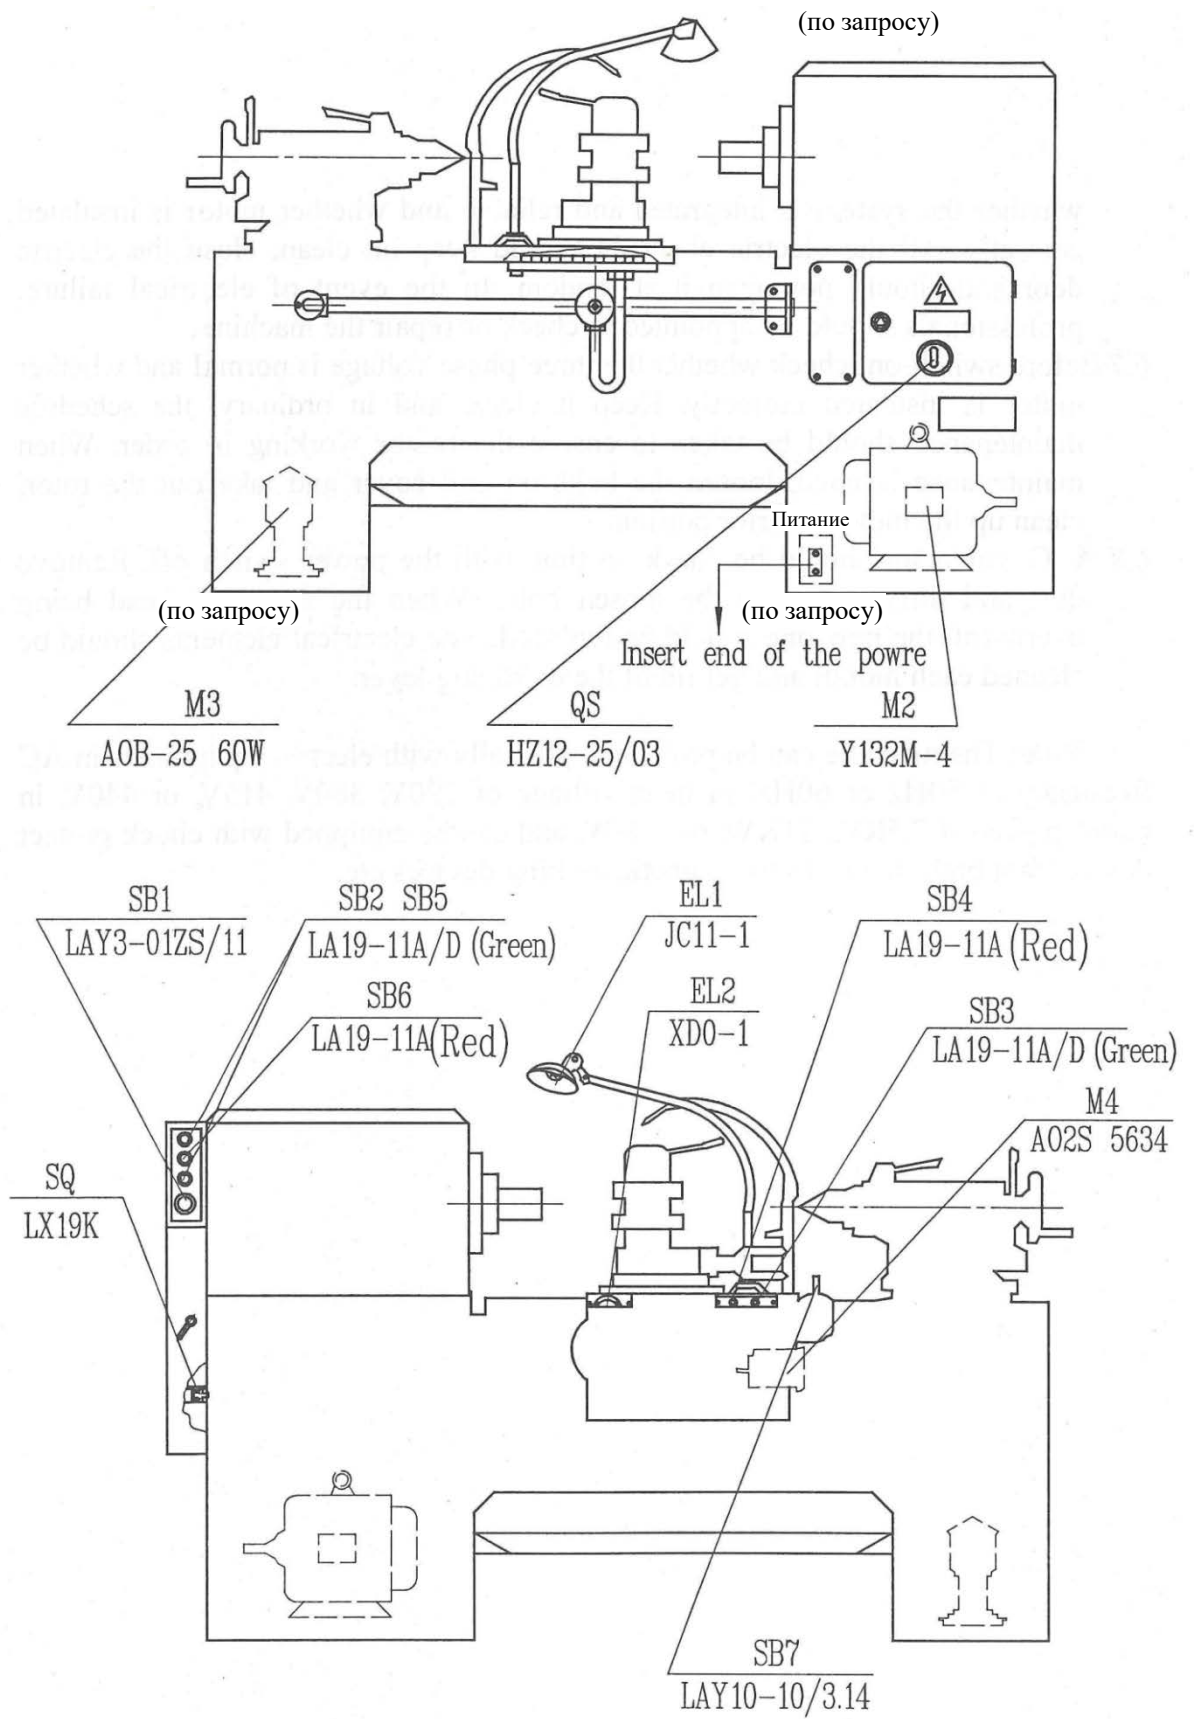
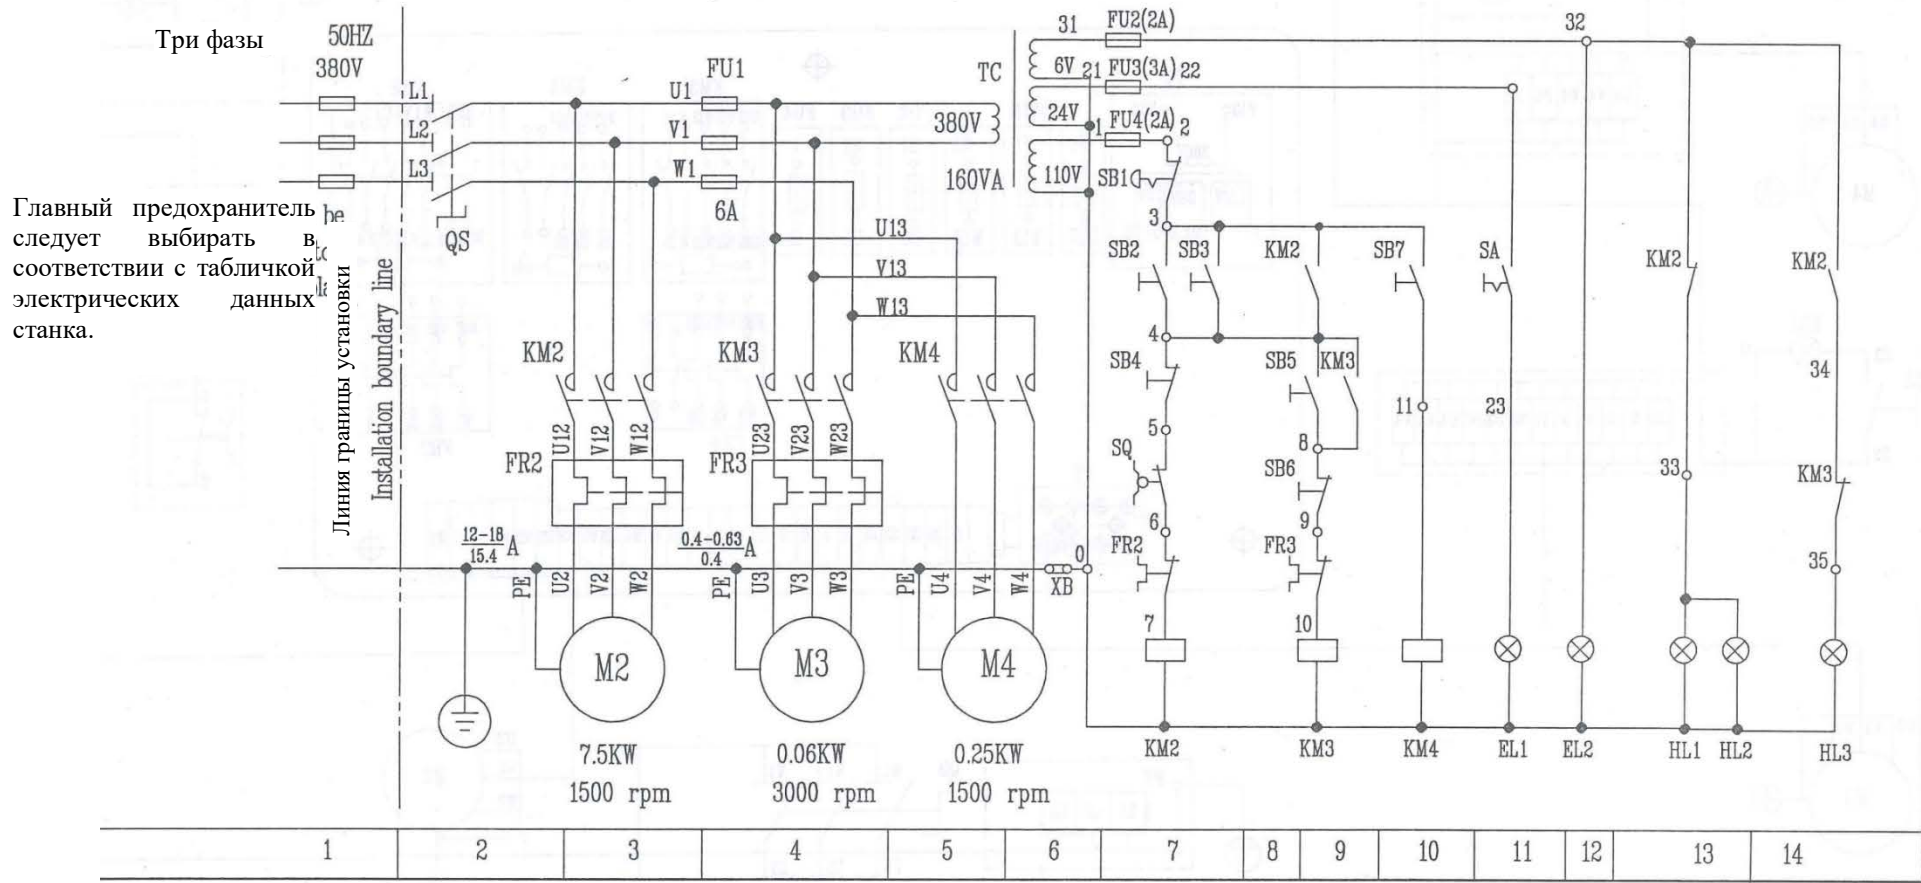

Рис. 5. Электрическая схема
Рис. 5-1. Принципиальная схема электрического оборудования
6.1 Дополнительно станок может быть поставлен в конфигурации с электрическим оборудованием с частотой переменного тока 50 Гц, основным напряжением 380 В и напряжением управления и освещения 24 В, мощностью двигателя 7,5 кВт, мощностью станка 8 кВА. Электрическая система имеет всестороннюю защиту, которая обеспечивает безопасную и надежную работу станка. При выполнении технического обслуживания пользователи могут руководствоваться электрической схемой (рис. 5), принципиальной схемой электрического оборудования (рис. 5-1) и перечнем электрических компонентов (таблица 5), представленными далее.